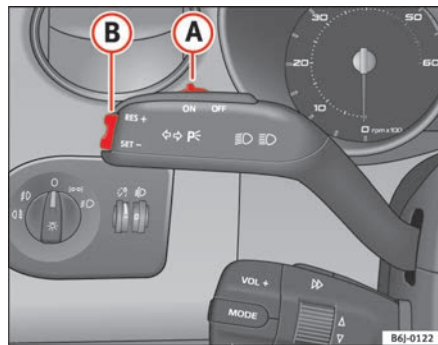

Fig. 103 Palanca de intermitentes y de luz de carretera: mando y tecla basculante para el regulador de velocidad
- Cuando se haya alcanzado la velocidad que se quiere programar, pulse brevemente la parte inferior de la tecla basculante **SET** ⇒ fig. 103 **B** una vez.